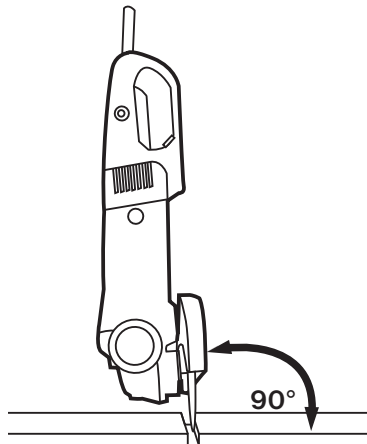

Abb. 20
2. Halten Sie das Elektrowerkzeug so, dass die Trennscheibe im 90°-Winkel zum Werkstück ausgerichtet ist (Abb. 20).